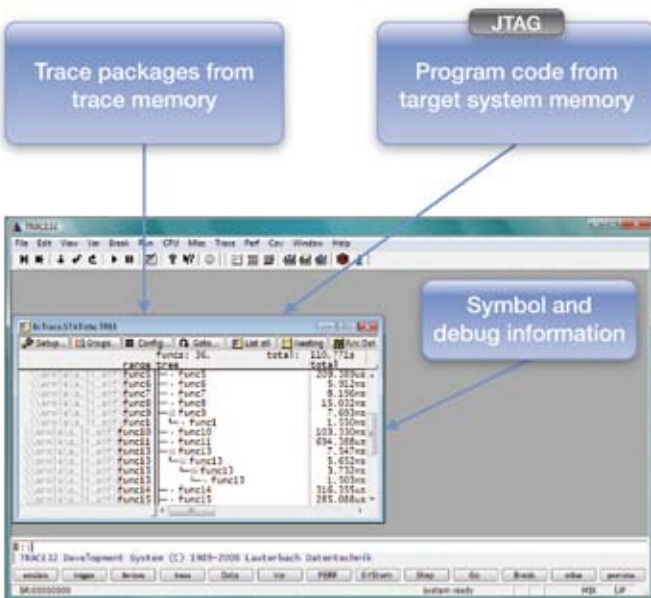

図5: シンボルレベルでプログラムフローを解析する場合、トレースパッケージ、プログラムコード及びシンボル/デバッグ情報が必要
- ユーザーによってTRACE32ソフトウェアにロードされるシンボル情報およびデバッグ情報(図5を参照)